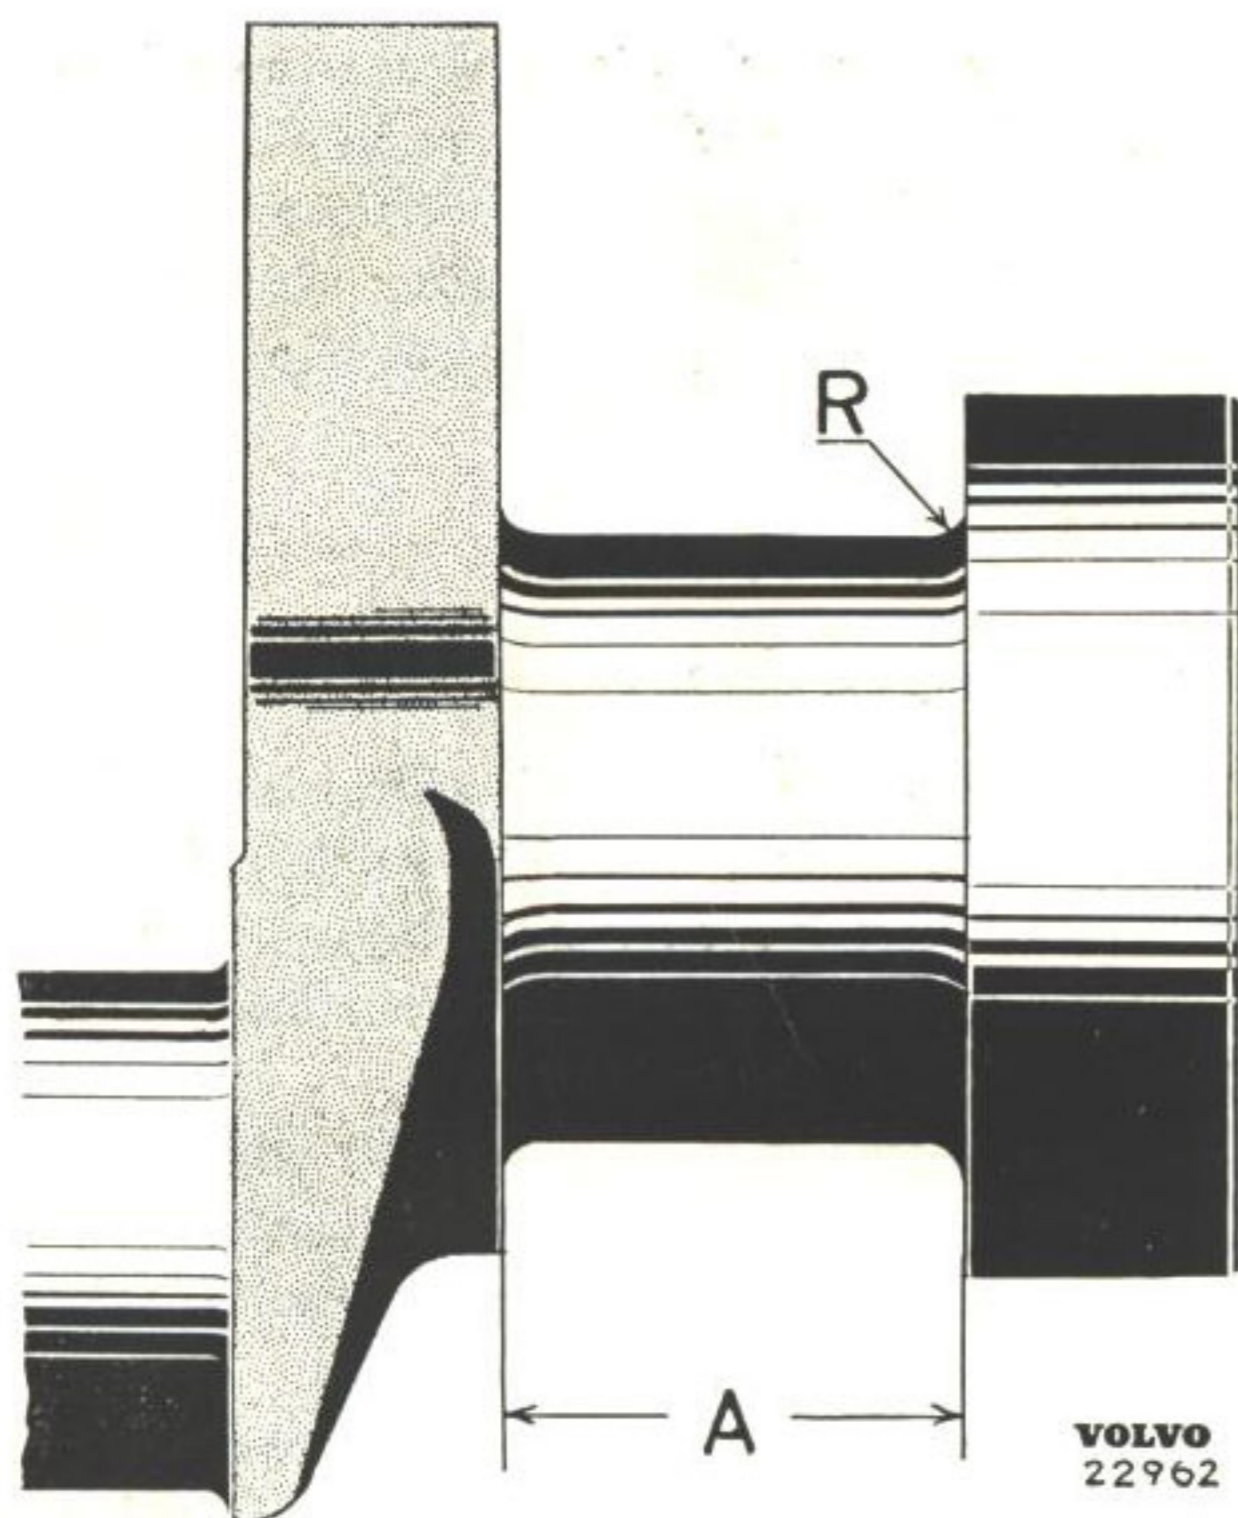

Bild 57. Lagertapp.
Radierna vid tapparnas ändar skall vara 2,0—2,5 mm för samtliga tappar, se bild 57. Breddmåt- tet (A) för styrlagret är beroende av tappens dimension och slipas så att rätt mått erhålles.